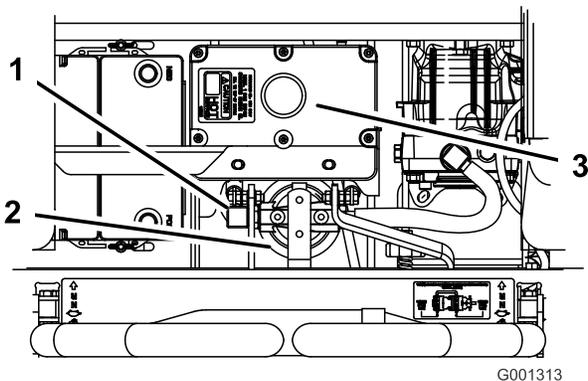

Figura 73
4. Retire el manguito hidráulico de la derecha a su entrada en el adaptador (Figura 73).
6. Vuelva a instalar el manguito hidráulico de la derecha en el adaptador (Figura 73).